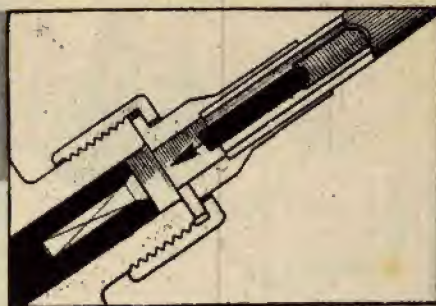

Fig. 5
**Fig. 5 - CONNESSIONE DELL'ALBERO FLESSIBILE.** Qualora sia possibile, estraete leggermente l'albero flessibile e per prima cosa congiungete l'esterno al punto di trasmissione. Quindi fate scivolare l'albero flessibile all'interno dell'attacco spingendo all'estremità opposta. Per una sistemazione in sede di attacco sarà forse necessario far rotare l'albero flessibile.